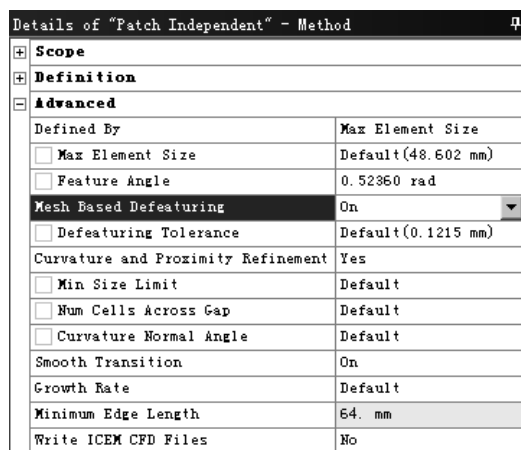

图 4.1.8 “Details of ‘Patch Independent’ -Method”对话框（二）
(2) 独立分片算法(Patch Independent)。该方法基于 ICEM CFD Tetra 四面体或棱柱的 Octree 方法, 先生成体网格, 然后映射到点、边和面创建表面网格。可以对 CAD 模型的长边等进行修补, 更适合对质量差的 CAD 模型划分网格。
- ◆ 选用独立分片算法的方法: 主要操作与协调分片算法一样, 另外, 在图 4.1.8 所示的“Details of ‘Patch Independent’ -Method”对话框的 **Advanced** 区域还有清除网格特征的附加设置 (**Mesh Based Defeaturing**)、基于曲率和相邻的细化设置 (**Curvature and Proximity Refinement**)、平滑过渡选项 (**Smooth Transition**) 等; 当在 **Mesh Based Defeaturing** 下拉列表中选择 **On** 时, 在 **Defeaturing Tolerance** 文本框中输入清除特征容差, 则清除容差范围内的小特征。该划分方法也可写出 ICEM CFD 文件 (Write ICEM CFD Files)。